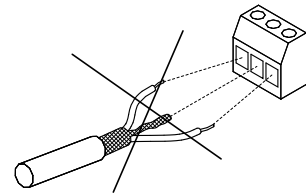

Fig. 9 Ne pas tordre les extrémités du blindage
- Éviter d'aboutir le blindage avec des extrémités tordues. Voir fig. 9. Utiliser plutôt des serre-câbles ou des entrées de câble CEM vissées.